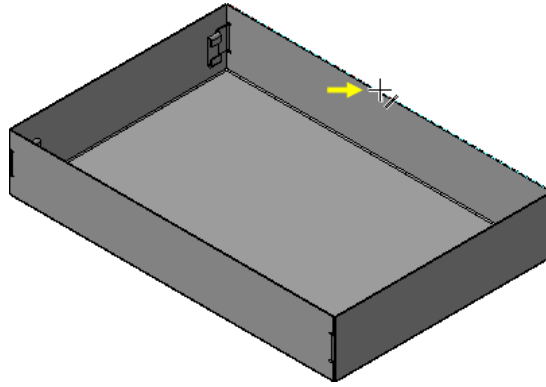

Рисунок 35.
- Укажите ребро и создайте сгиб длиной 8 мм под углом 90 градусов, направленный внутрь Корпуса (рис. 35).